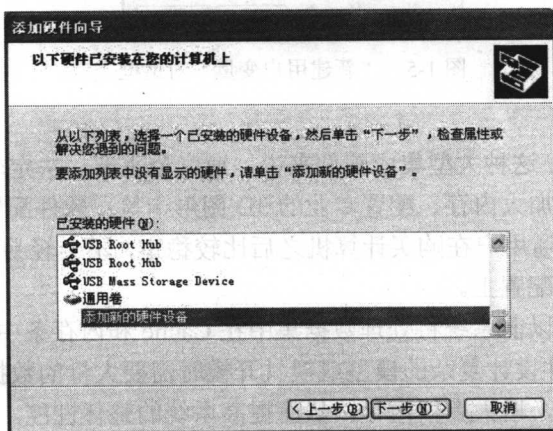

图 1-8 “添加硬件向导”对话框
- (1) 在控制面板中找到“添加硬件”超链接并单击启动, 如图 1-8 所示。